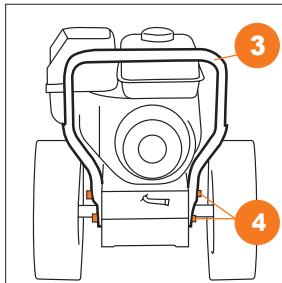
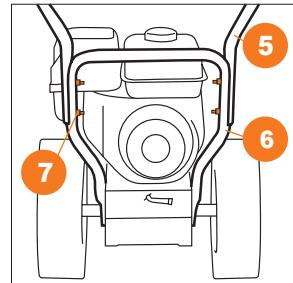

Рис. 7
Рис. 8
S 6560 / 7565 присоедините и закрепите нижнюю часть рукоятки ③ к корпусу снегоуборочной машины с помощью крепежных элементов ④ (болт M8x35 – 4 шт.) (Рис. 7). Соедините рукоятки панели оператора ⑤ с нижней частью рукоятки ⑥ с помощью крепежных элементов ⑦ (болт M8x40 – 4 шт., фигурная шайба – 4 шт., гайки M8-4шт.) (Рис. 8).